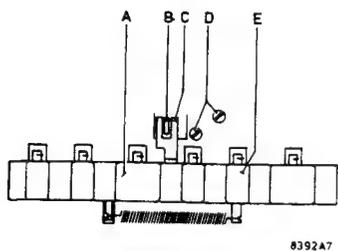
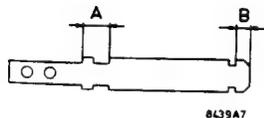

Fig. 15
Fig. 16
**ABSCHALTUNGSAUTOMATIK, Abb. 15**
- Bei angezogenem Magnet B und gedrückten Tasten START (A) und REC (E) die Schrauben D lockern und dann den Magnet verschieben bis die Tasten mechanisch entriegelt werden.
**SCHIEBESCHALTER (Abb. 16)**